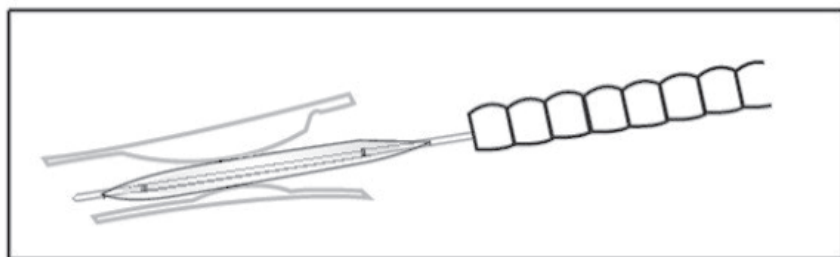

Figure 3
5. Insérez le ballonnet dans le canal opératoire de l'endoscope et faites-le avancer jusqu'à ce qu'il traverse la sténose. Continuez à faire avancer le ballonnet jusqu'à ce que la position souhaitée soit atteinte. La position peut être vérifiée par fluoroscopie à l'aide des marqueurs radio-opaques (voir Fig. 3).